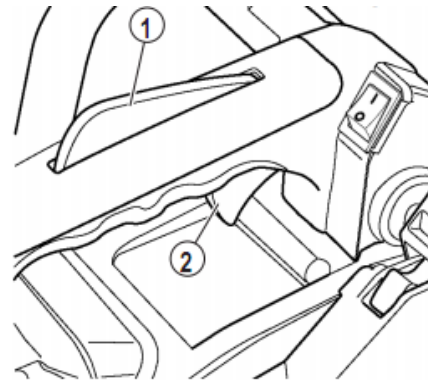

Abb. 18
10) Drücken Sie mit der Hand die Sicherung des Drosselklappenhebels (Abb. 18, Pos. 1) und anschließend den Drosselklappenhebel (Abb. 18, Pos. 2). Dadurch wird die TEILÖFFNUNG DER DROSSELKLAPPE gelöst und der Motor läuft mit minimaler Drehzahl.